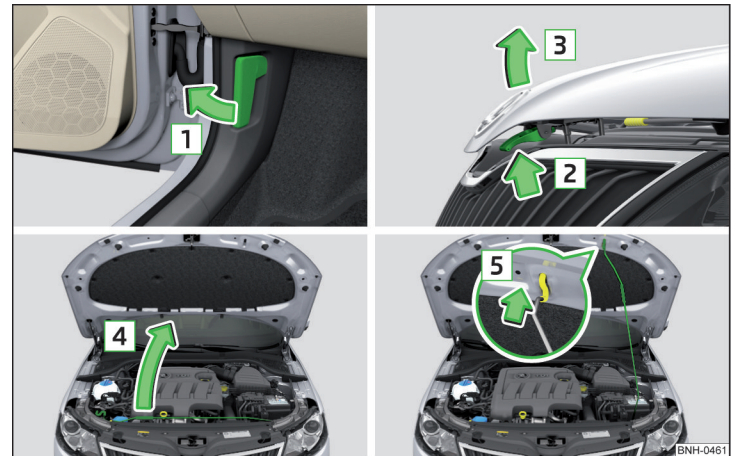

Fig. 143 Abrir el capó
- Tirar de la palanca de desbloqueo ubicada debajo del tablero de instrumentos en el sentido de la flecha 1 » fig. 143.
No levante nunca el capó con la palanca de desbloqueo » fig. 143.